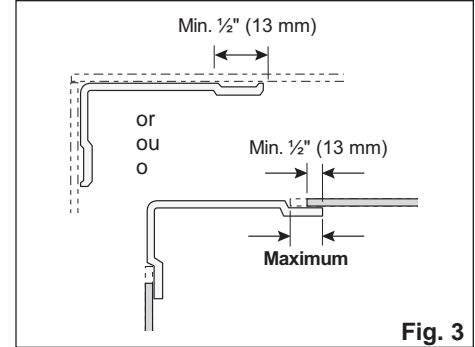

Fig. 3
CORRECT OVERLAP: *Panels overlap should be at least 1/2". For some models, back panel and end panels can be trimmed to accommodate smaller bathtub. DO NOT CUT CORNER PANELS B. Panels can be trimmed with a sharp edge cutting lightly. Using a straight edged piece of plastic or wood as a guide, score with continuous, even pressure. Note: Make several passes until approximately halfway through the plastic. Then bend and snap along score line. Fig. 3.*
RECouvrement adÉquat : *Le recouvrement entre les panneaux doit être de 1/2" minimum. Pour certains modèles, les panneaux de bout et le panneau du fond pourront être coupés pour convenir à une baignoire de plus petite taille. NE PAS COUPER LES PANNEAUX DE COIN B.* Pour couper, utiliser une règle pour tracer la ligne de coupe et un couteau bien affûté. **Note :** Il est très important de ne pas tenter de couper le plastique d'un seul trait; entailler plutôt le panneau plusieurs fois et plier le panneau jusqu'à ce qu'il se brise. **Fig. 3.**
RECUBRIMIENTO ADECUADO : *El recubrimiento entre los paneles debe medir como mínimo 1/2". Para ciertos modelos, los paneles del extremo y el panel del fondo podrán cortarse para adaptarse a una bañera más pequeña. NO CORTE LOS PANELES DE LA ESQUINA (B).* Para cortar, utilice una regla para trazar la línea de corte y un cuchillo bien afilado. **Nota:** Es muy importante no intentar cortar el plástico de un sólo tirón; es preferible cortar el panel varias veces y doblarlo hasta que se quiebre (**Fig. 3**).